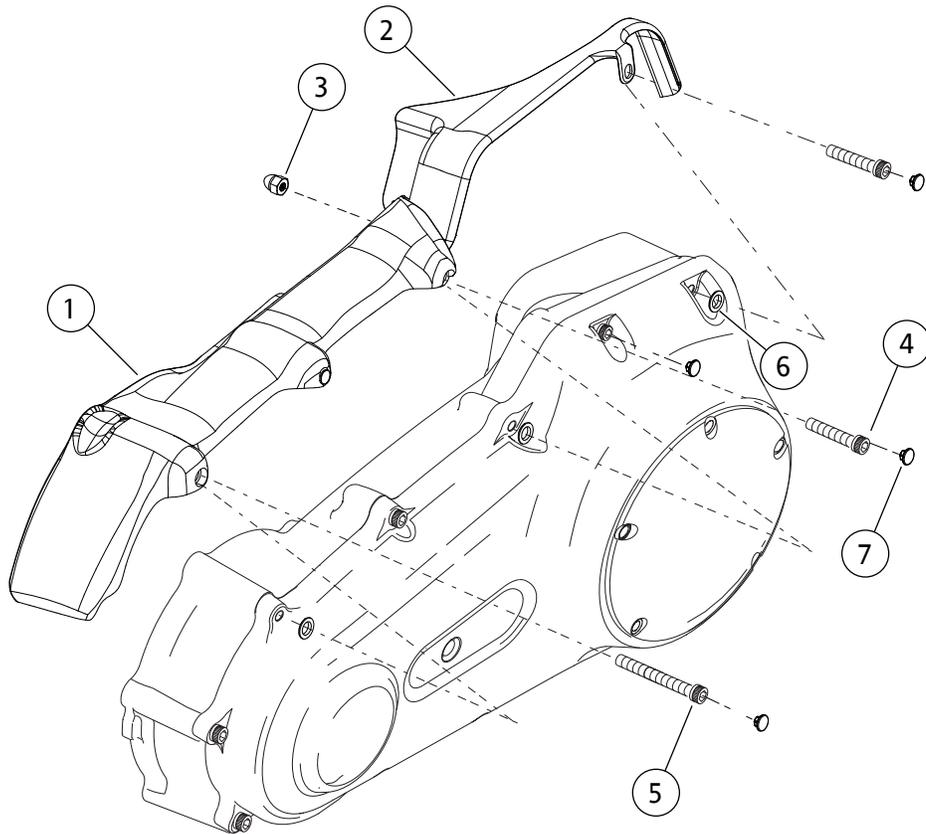

图3。维修零件：镀铬内侧主链箱盖
参见图3和表1。
5. 参见图3和表1。将新4.25英寸螺丝( 5 )和1-1/2英寸螺丝( 4 )置于前内侧主链箱盖中。将定位垫圈( 6 )置于紧固件之上，垫圈圆边朝向主链条箱上的孔。